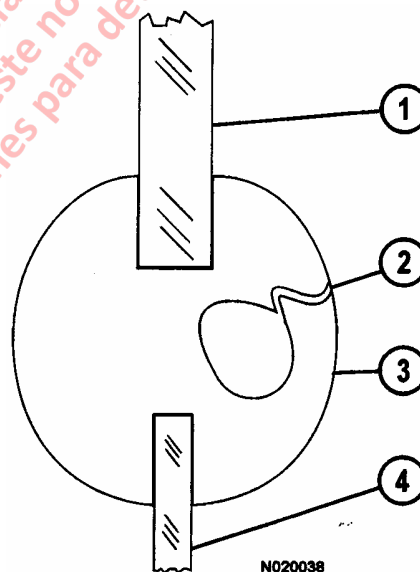

FIGURA 2-18 Parabrisas Delantero
2. Comenzando por el centro inferior del vidrio, saque el borde del burlete del vidrio (2, Figura 2-18 ó 2-19). Use un lubricante no aceitoso para goma y un destornillador para soltar el reborde de fijación.
3. Saque el vidrio (1) del burlete (3), empujando hacia fuera desde el interior de la cabina.
- a. Instale el burlete (3, Figura 2-18 ó 2-19) alrededor de la abertura de la ventana. Comience por un extremo del burlete en la parte centro inferior de la abertura de la ventana y presione el burlete contra el borde de la abertura.